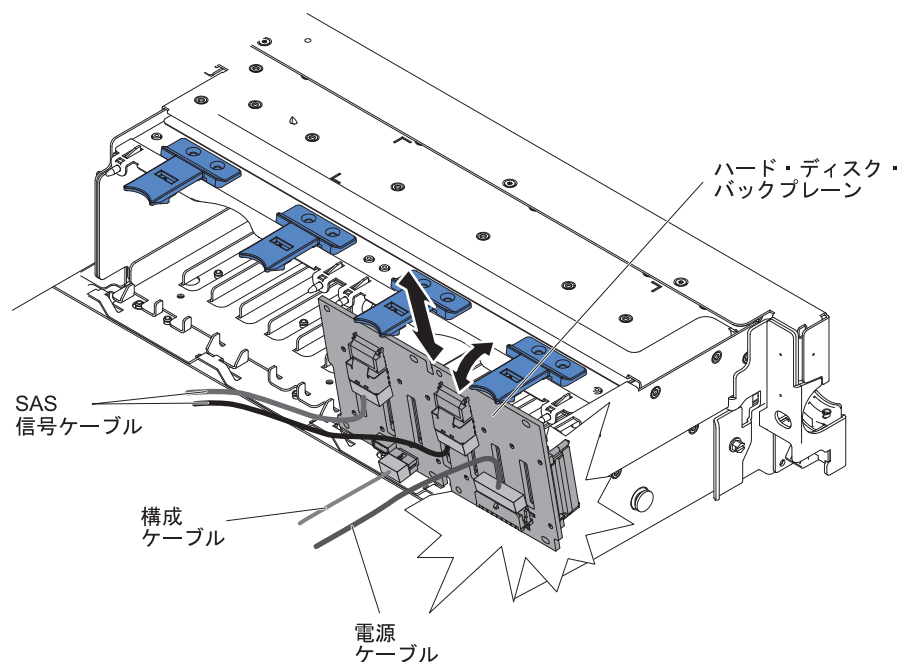

図 135. 2145-DH8 ディスク・ドライブ・バックプレーン
6. 図 135 に示すように、2 つの前面タブを持ち上げ、サーバーの背面の方向にバックプレーン・アセンブリー/バックプレーンを回転させて、バックプレーン・アセンブリー/バックプレーンを取り外します。